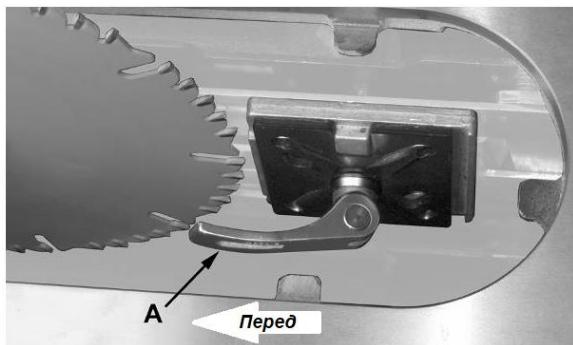

Рис. 14
- Ослабьте запорную рукоятку (A, Рис. 14) и снимите расклинивающий нож. Запомните, в каком направлении следует подвинуть нож, чтобы установить его вровень с диском.